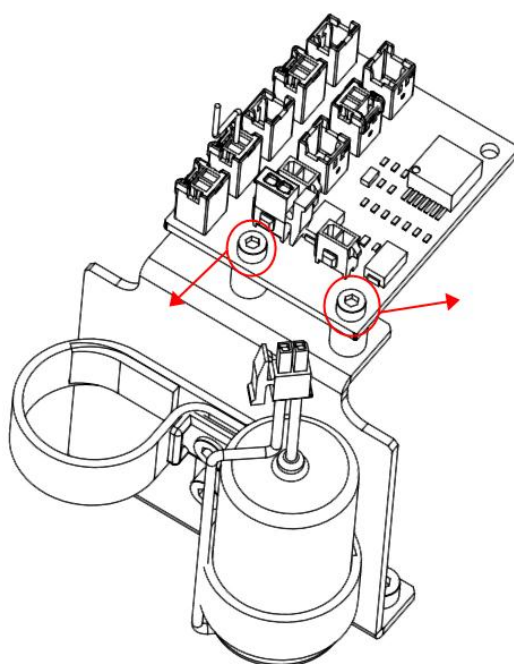

图 4-26 拆卸固定抱闸板的螺钉
**步骤3** 用内六角扳手拆卸固定抱闸板的 2 颗螺钉，并取下，如图 4-26 所示。